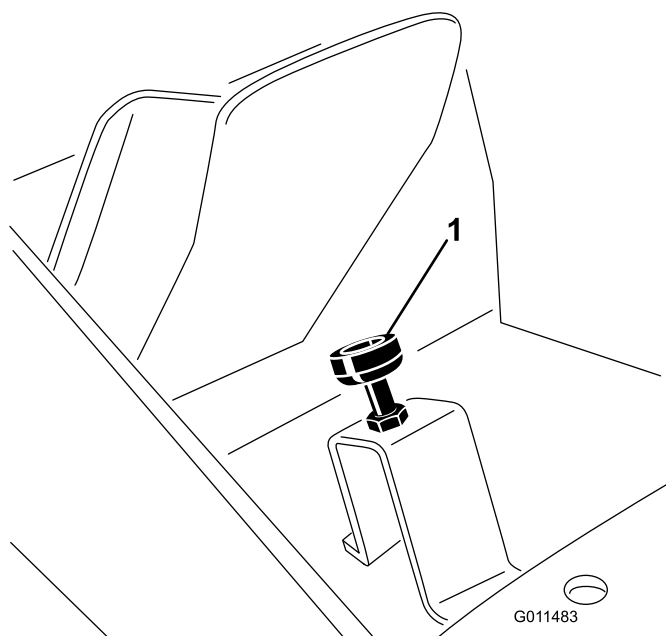

Figura 73
2. Premete a fondo il pedale di comando della trazione fino a che raggiunga la fine corsa (Figura 73). Potrebbe essere necessario allentare i controdadi e abbassare il freno per raggiungere la fine corsa.
3. Rilasciate il pedale della trazione e regolate il freno di un altro mezzo giro cosicché il pedale tocchi il freno appena prima che si raggiunga la fine corsa; successivamente serrate i controdadi (Figura 73).